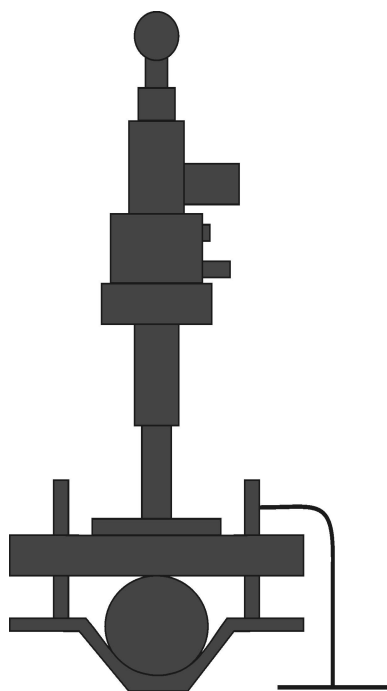

图 1
3. 最好用手摸出电缆的各相位置,然后选择枪口对准电缆某相的正上方(最高点)夹紧(图 1);